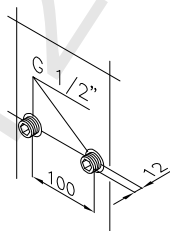

Рис. 2
- Используйте 12-миллиметровый инбусовый (шестигранный) ключ, вкрутите эксцентрики в трубы водопроводной системы. При закреплении проследите, чтобы эксцентрики выдавались наружу на 12 мм. (см. рис. 2)